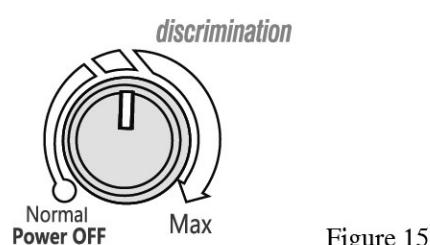

Figure 15
- Réglez la DISCRIMINATION sur environ « 12:00 » (Figure 15). Réglez la balance de manière à ce que le détecteur émette une tonalité et « 0 » est affiché